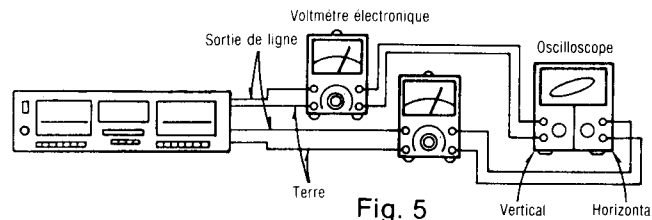

Fig. 5
- Brancher les appareils comme indiqué dans la Fig. 5.